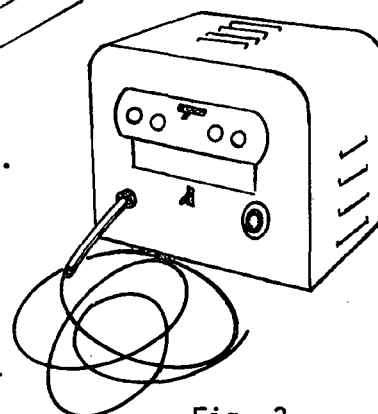

Fig. 3
- 2) Transformador de alta frequência (fig. 3).